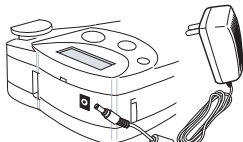

Figure 4
1. Appuyez sur  + . La première rangée de symboles illustrés dans la Figure 4 s'affiche.